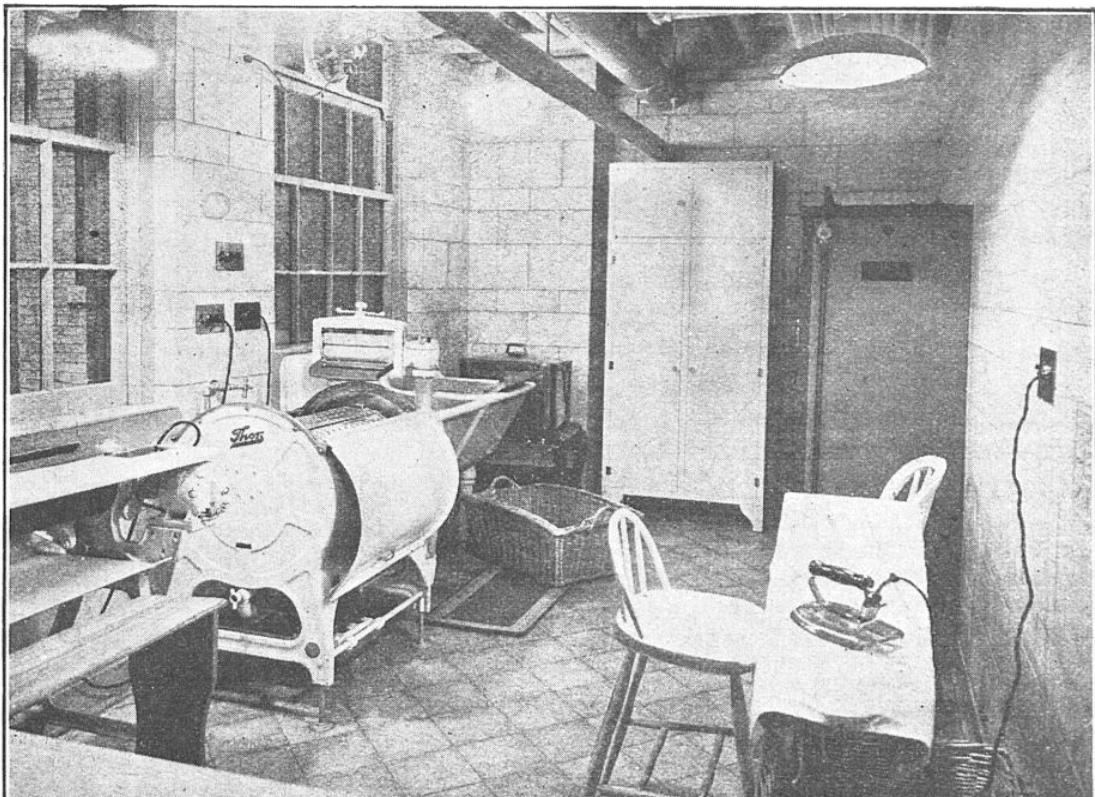
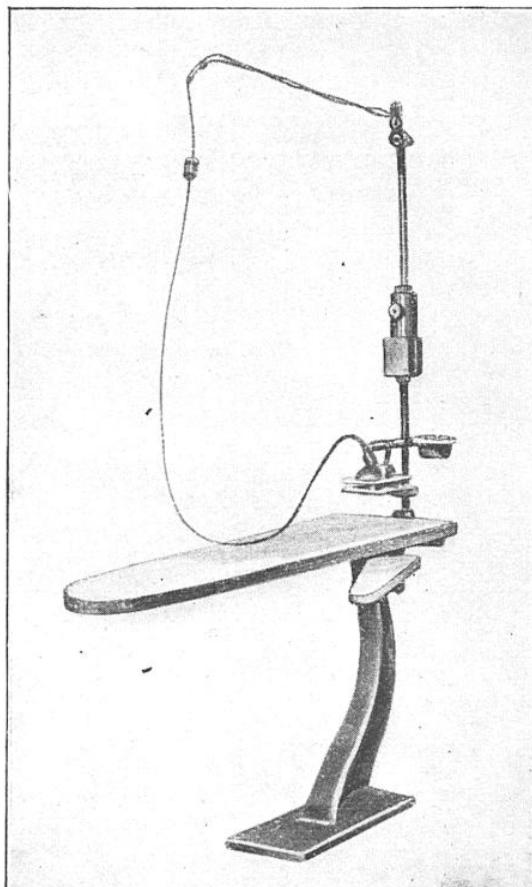

FIG. 3. — UNE BUANDERIE MODÈLE RÉCEMMENT INSTALLÉE A NEW YORK
FIG. 4. — UNE PLANCHE A REPASSEUR AMÉRICAINE PARTICULIÈREMENT BIEN COMPRISSE
f) *Quelques détails.* — Nous avons remarqué, comme nouveautés, un casier métallique dans le mur, destiné à recevoir le fer électrique, même chaud ; des prises de courant munies d'un voyant rouge pour attirer l'attention, empêcher les oubli de débranchement (fig. 3) ; quelques modèles de planches à repasser parfaitement combinées pour l'aisance du travail (fig. 4).